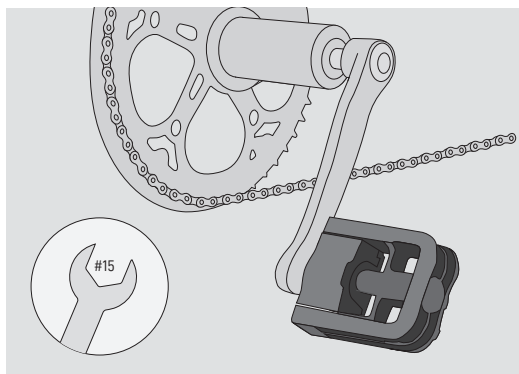

Figure 6.1
6. Étape 6 : Du fait que les motifs de denture des pédales gauche et droite sont différents, la méthode d'installation est différente (L signifie la gauche / R signifie la droite). Vous pouvez installer la pédale gauche sur la manivelle gauche en tournant la clé dans le sens horaire. Vous pouvez installer la pédale droite sur la manivelle droite en tournant la clé dans le sens anti-horaire. **(Comme indiqué sur la figure 6.1).**